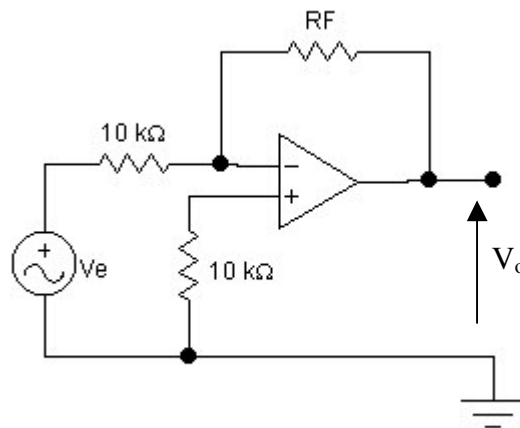

Figura 1 – Estudo da resposta em frequência do Amplificador Operacional.
1.1. Montar o circuito da figura 1, com $V_{CC} = 20\text{V}$.